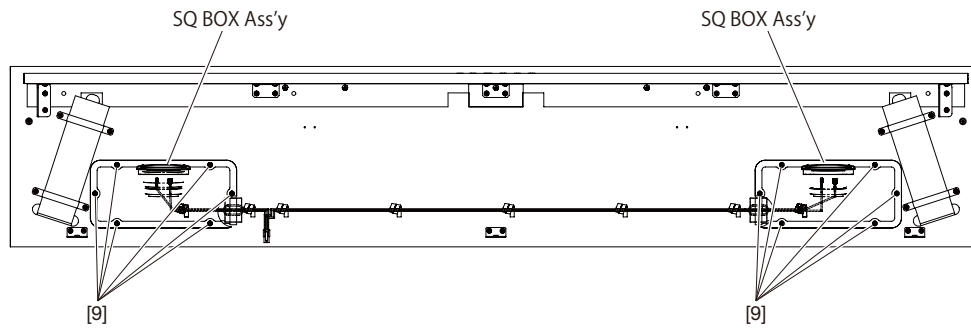

図 2
2. [9]のネジ6本を外して、SQ BOX Ass'yを外します。(図2)